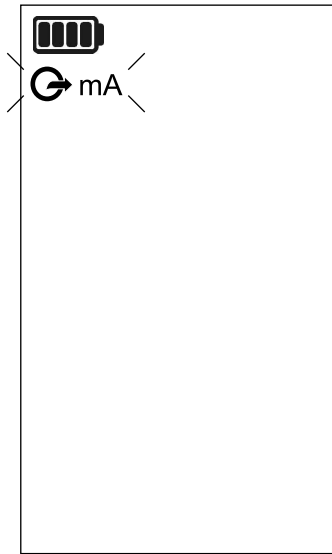

図 2-3: 典型的なオープニング画面
1. キャリブレーターに通電するには、画面が作動するまで **電源** ボタンを押します。通常、ブザーを操作し、UPS4E テキストを表示してから、通常の開始画面を表示します。関連項目 図 2-3 新しい電池を取り付けた後、これがキャリブレーターを初めて使用する場合は、日付と時刻を入力するように求められます。関連項目 「初回使用 - 日付と時刻」